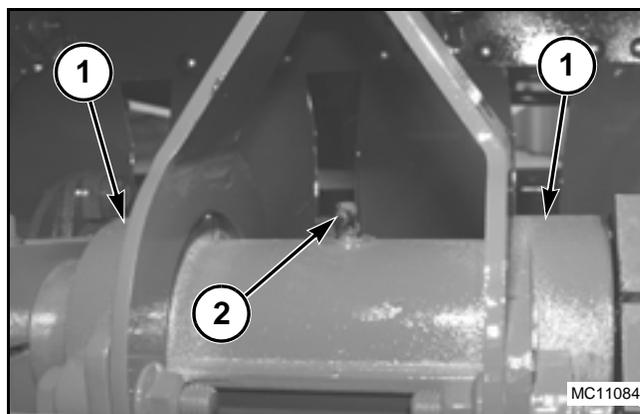

FIG. 16
FIG. 16: El cigüeñal del embalador tiene dos juegos de cojinetes de bola (1) para cada uñeta del embalador. Lubrique cada juego de cojinetes a través de una conexión de lubricación (2) cada 250 horas o cada 5,000 fardos, lo que suceda primero. Consulte en el Manual de servicio el ajustes del cigüeñal del embalador y reemplazo de cojinete.